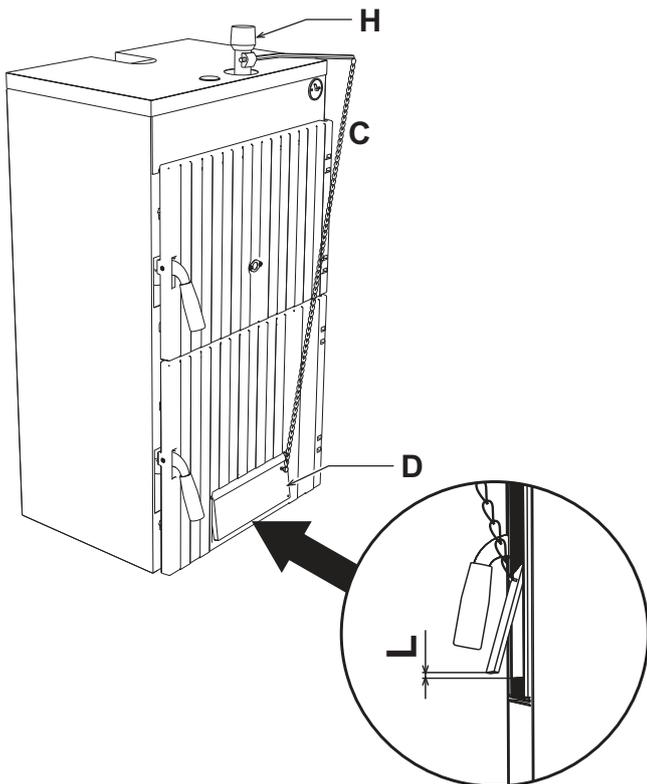

рис. 2 - Монтаж
2. Установите термостатический регулятор "Н" рис. 2.
4. С помощью предусмотренного для этой цели винта регулируйте дверцу воздухозаборника так, чтобы при опущенной дверце величина зазора для прохода воздуха составляла 1 - 2 мм, но не более. При холодном котле поставьте термостат на 60°. Прикрепите цепочку "С" к проушине "D" дверцы воздухозаборника и регулируйте ее длину так, чтобы зазор для прохода воздуха "L" (рис. 2) составлял около 15 мм при использовании каменного угля "соке III" и 2 мм при использовании древесного топлива.
С помощью предусмотренного для этой цели винта регулируйте дверцу воздухозаборника так, чтобы при опущенной дверце величина зазора для прохода воздуха составляла 1 - 2 мм, но не более. При холодном котле поставьте термостат на 60°. Прикрепите цепочку к проушине дверцы воздухозаборника и регулируйте ее длину так, чтобы зазор для прохода воздуха "L" (рис. 2) составлял около 15 мм при использовании каменного угля "соке III" и 2 мм при использовании древесного топлива.